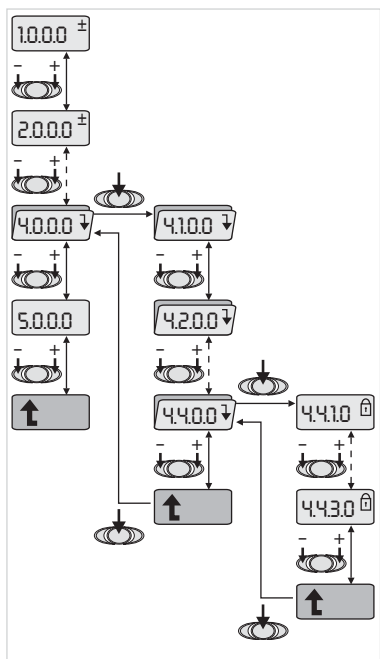

Fig. 32: Exemplo de navegação
- Realizar a navegação geral da seguinte forma (ver o exemplo da Fig. 32):